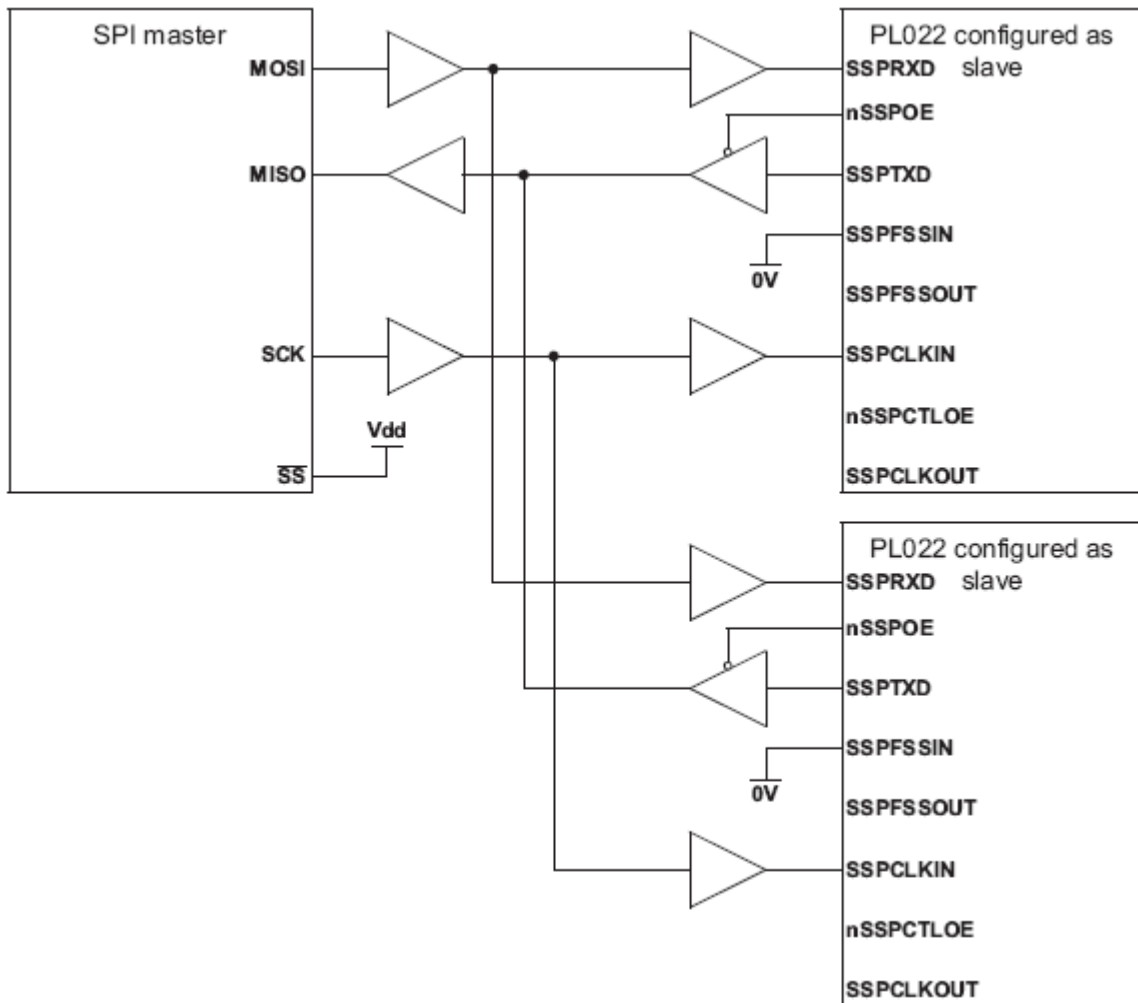

Рисунок 112 – Ведущее устройство, протокол SPI, подключено к двум ведомым модулям SSP
Рисунок 112 показывает ведущее устройство, поддерживающее протокол SPI фирмы Motorola, соединенное с двумя модулями SSP, сконфигурированными для работы в ведомом режиме. Линия Slave Select (SS) ведущего устройства в этом случае установлена в высокий логический уровень. Ведущее устройство осуществляет передачу данных по линии MOSI циркулярно в адрес двух ведомых модулей.